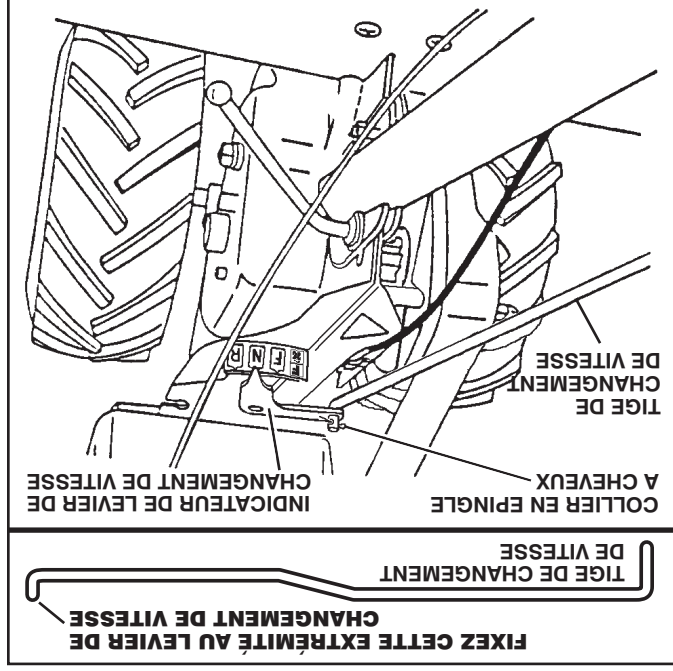

Fig. 7
- Assurez-vous que l'indicateur de levier de changement de vitesse est en position point mort ("N") (Voir la fig. 7).
RACCORDER LA TIGE DE CHANGEMENT DE VITESSE (Voir la fig. 7)